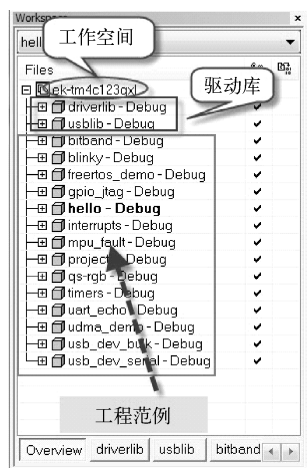

图 1-63 导入的驱动库与例程
4) 在路径 C:\ti\TivaWare_C_Series-2.0.1.11577\examples\boards\ek-tm4c123gx1 中, 导入库文件和例程, 如图 1-63 所示。